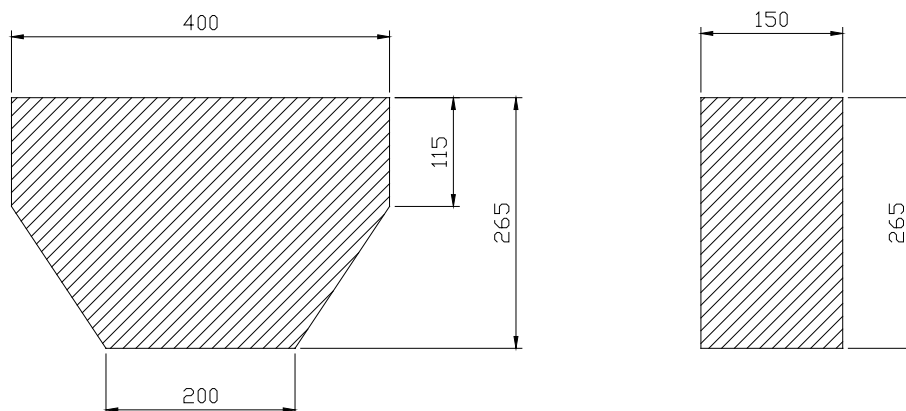

图 1，模型结构区域图
模型整体包括竹高跷模型和踏板两个部分，其结构如图 1~3 所示。踏板固定在竹高跷模型顶面上，将来自参赛选手的荷载通过踏板 A、B、C 三处实木条传递至模型。踏板由组委会提供。
(1) 模型采用竹材料制作，具体结构形式不限。
(2) 制作完成后的高跷结构模型外围长度为 $400\text{mm}\pm 5\text{mm}$ ，宽度为 $150\text{mm}\pm 5\text{mm}$ ，高度为 $265\text{mm}\pm 5\text{mm}$ ；模型结构物应在图 1 所示的阴影部分之内。
(3) 模型底面尺寸不得超过 $200\text{mm}\times 150\text{mm}$ 的矩形平面。